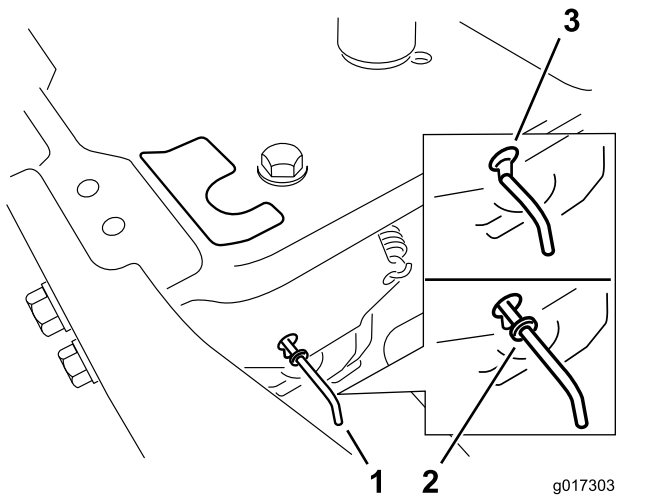

Figura 19
4. Mueva las palancas de desvío hacia delante a través del orificio y hacia abajo para bloquearlas en esa posición (Figura 19).
Mueva las palancas de desvío hacia atrás a través del orificio y hacia abajo para bloquearlas en esa posición, según se muestra en la Figura 19.